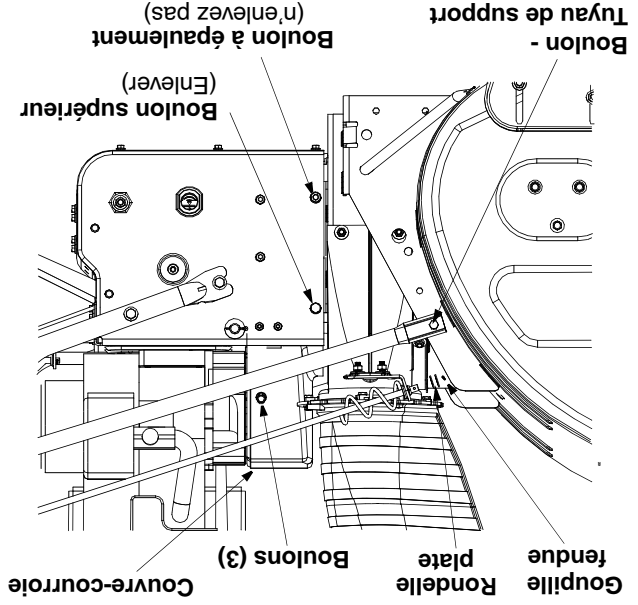

Figure 19
- Enlevez le couvre-courroie en plastique sur le devant du moteur en retirant les trois vis autotaraudeuses et les trois rondelles plates. Voir la Figure 19.
- Retirez les boulons et rondelles-frein du haut, qui maintiennent l'habitacle de la tarière sur le châssis. Utilisez une clé de 9/16es de po. Voir la Figure 19.